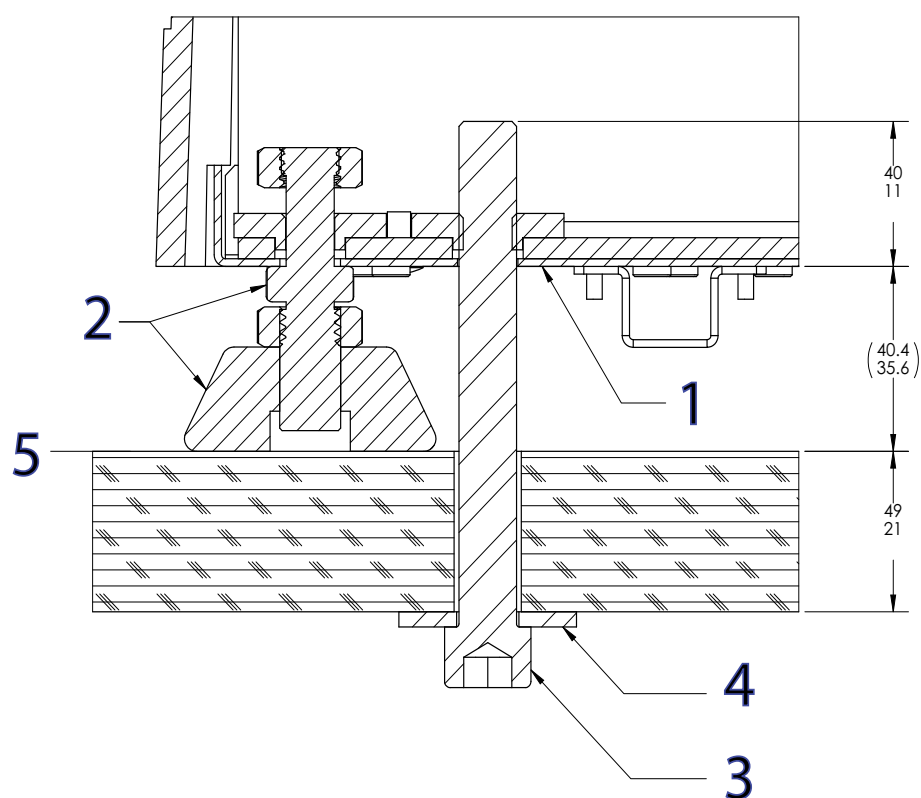

Figura 13. Fijación del bastidor a la mesa
Leyenda de la Figura 13
3. Instale todos los pernos y las arandelas sobredimensionadas como se muestra en la Figura 13 en la página 64.